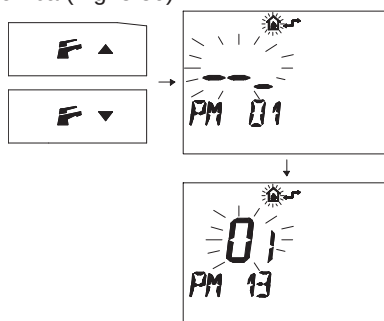

Fig. 5.50
- Pulse los botones  o  para visualizar la programación "PM 13" modo bomba (Fig. 5.50).